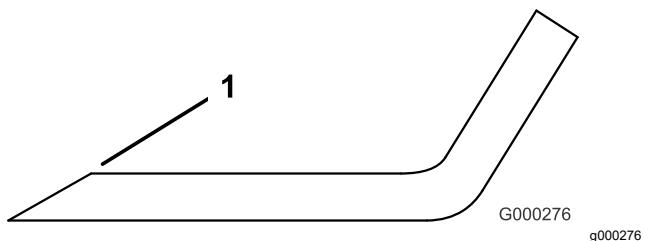

Figura 93
3. Inspeccione los filos de corte de todas las cuchillas, y afílelos si están romos o tienen mellas (Figura 93).
Nota: Afile únicamente la parte superior del filo y mantenga el ángulo de corte original para asegurar un filo correcto (Figura 93). La cuchilla permanece equilibrada si se retira la misma cantidad de metal de ambos filos de corte.